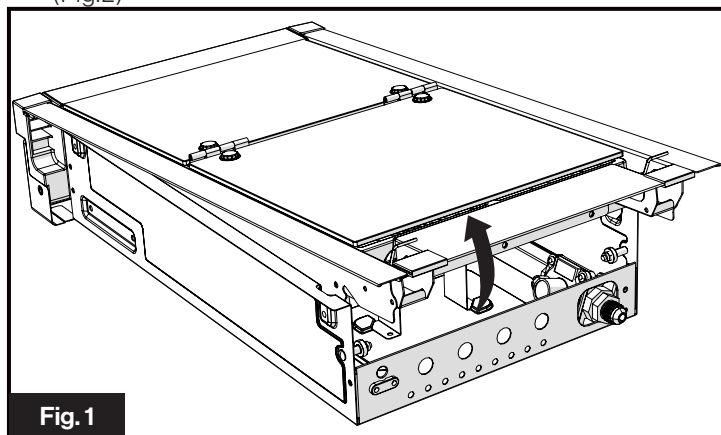
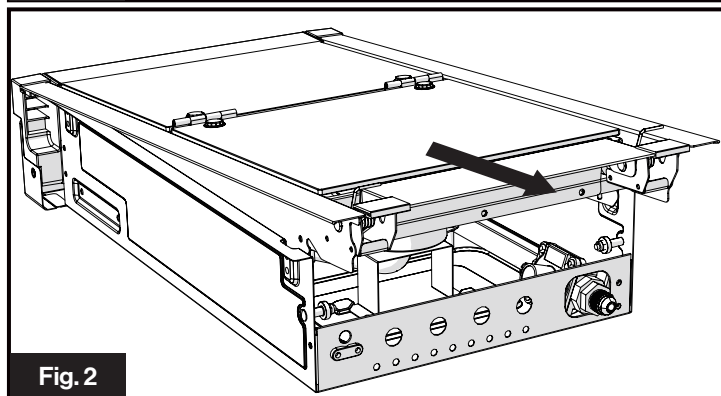

Fig. 1
Fig. 2
2. Soulevez le couvercle de la vitre supérieure à l'arrière, poussez-le vers l'arrière, puis tirez pour le retirer.(Fig.1) (Fig.2)